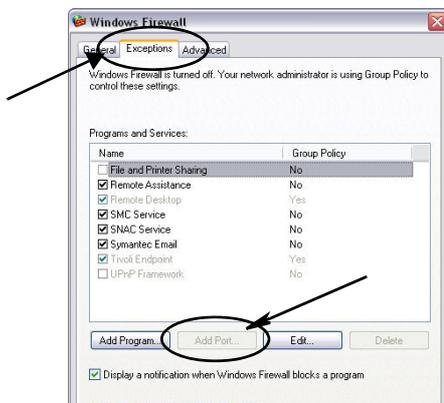

ABB. 25
2. Falls es nicht bereits ausgewählt ist, klicken Sie auf „Ausnahmenregisterkarte zeigt Inhalte an“ (ABB. 25).
3. Klicken Sie auf die Schaltfläche „Port hinzufügen“ (ABB. 25).